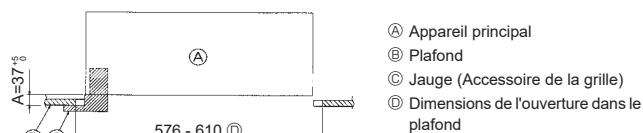

Fig. 3-6
- S'assurer que le point A s'effectue dans une fourchette allant de 37 à 42 mm. Le non respect de cette marge pourrait être à l'origine de certains dégâts. (Fig. 3-6)